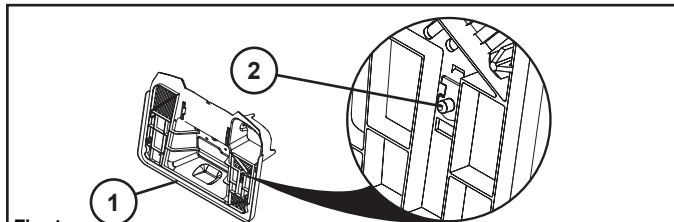

Fig. 1
- Stând în picioare în spatele tractorului, cu sacul scos de pe placa posterioară (1), identificați zona de contact total a sacului (2). (Vezi Fig 1)